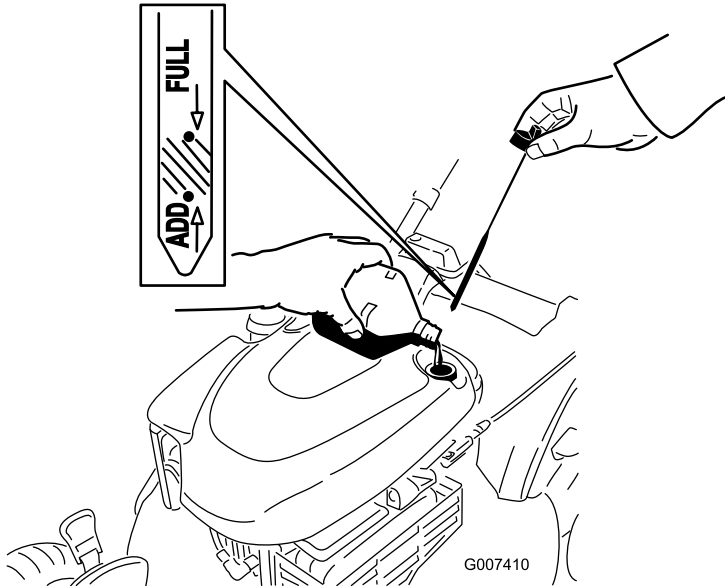

Bild 16
2. Ziehen Sie den Ölmesstab heraus (Bild 16).
5. Nehmen Sie den Peilstab heraus und lesen den Ölstand ab, siehe Bild 16.